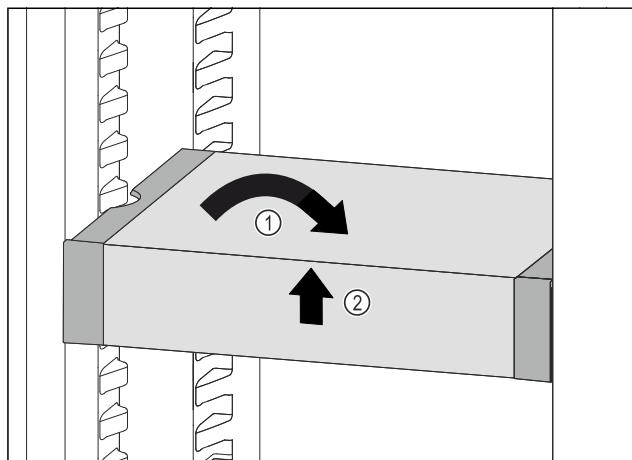

Fig. 115
- Вирівняти VarioSafe. Fig. 115 (1)
- Підняти VarioSafe спереду. Fig. 115 (2)